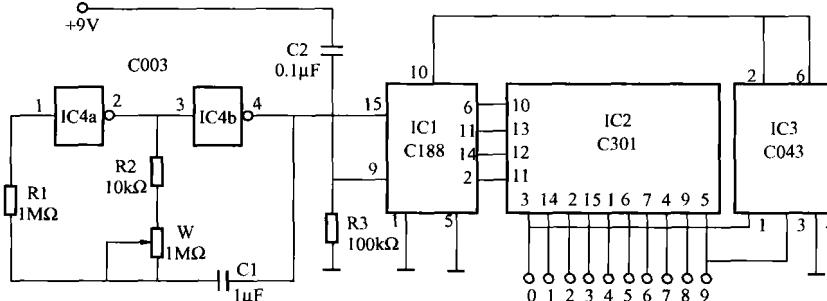

图 1-10 自动可逆式流水彩灯控制电路 (一)
本文介绍自动可逆式流水彩灯电路, 其能使所控制的彩灯首先按照某一顺序点亮, 然后自动地按照与原来相反的顺序来点亮被控的彩灯, 并循环往复, 电路如图 1-10 所示。
电路工作原理: 由图 1-10 可知: 在电路通电瞬间, C2 和 R3 组成的微分电路给 IC1⑨